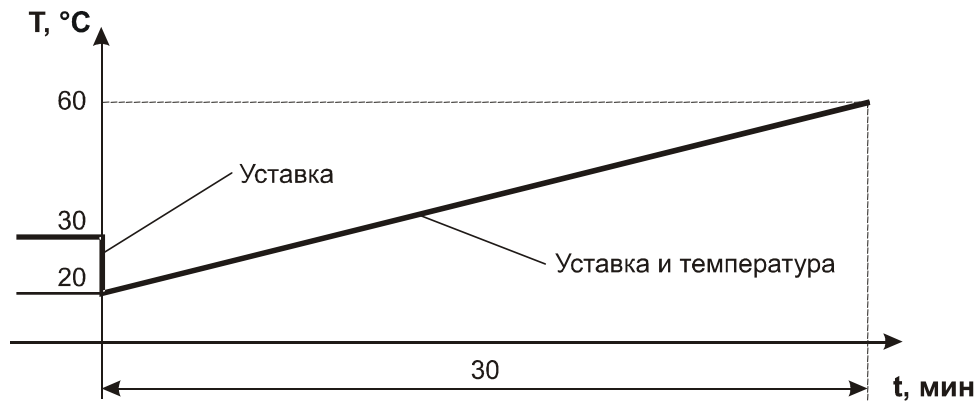

Рис. 6.8
- б) Если параметры первого шага задать следующим образом: $bc = 1$, SP – произвольное значение, $t_0 = 30$, $P_0 = 60$, то характер изменения уставки и примерный вид изменения температуры будут соответствовать рис. 6.8